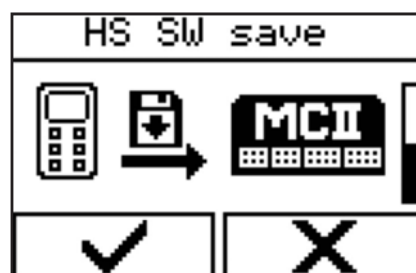

Abbildung 67 - Menü auswählen
1. Menü über „Handschalter“ → „Update“ → „HS SW Save“ (Abbildung 67) auswählen.